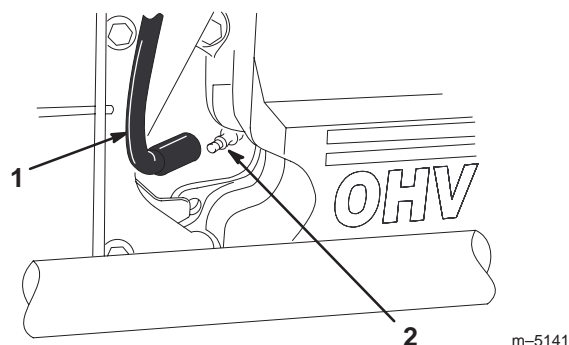

Figure 35
2. Débranchez le(s) fil(s) de(s) bougie(s) (Fig. 35). Nettoyez la surface autour des bougies pour éviter que des impuretés n'endommagent le moteur en tombant à l'intérieur.
3. Connectez les fils aux bougies (Fig. 35).